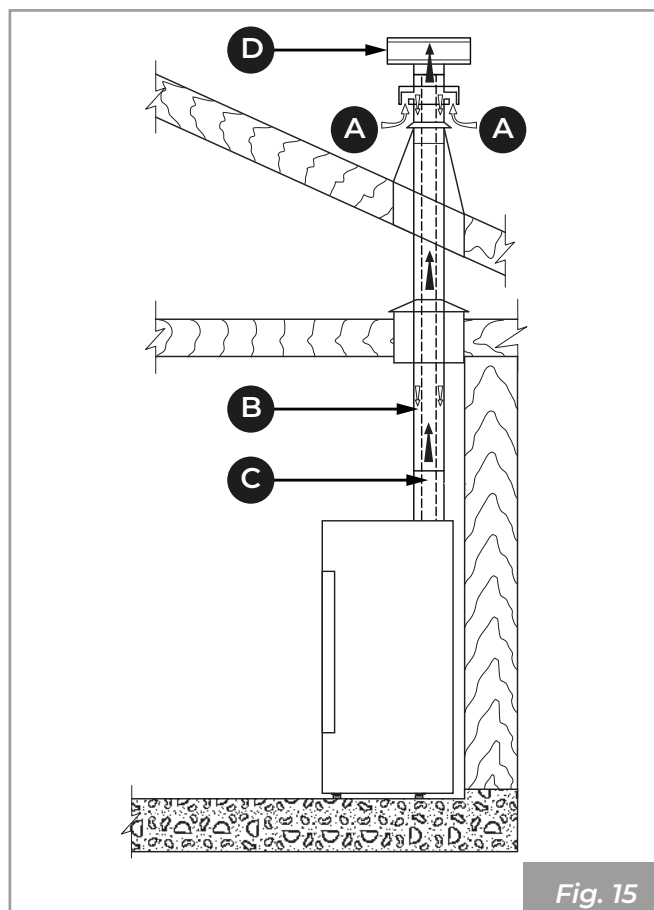
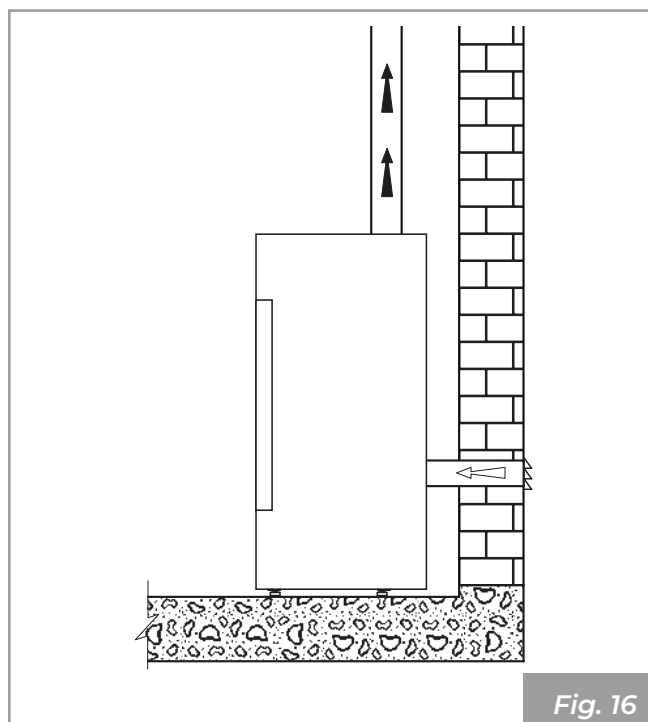

Fig. 15
Fig. 16
- il peut provenir directement de l'extérieur à travers un raccordement direct à la chambre de combustion (**Fig. 15 - Fig. 16**).
- canaliser l'air de combustion en utilisant un tube d'échappement coaxial pour l'expulsion des fumées et le prélèvement de l'air (**Fig. 15 - A, B = Arrivée d'air, C, D = Évacuation des fumées**) ; il n'est donc pas nécessaire de faire une prise d'arrivée d'air classique dans la pièce.
- relier l'entrée d'air de combustion de l'appareil à la prise d'air avec un conduit approprié (**Fig. 16**).